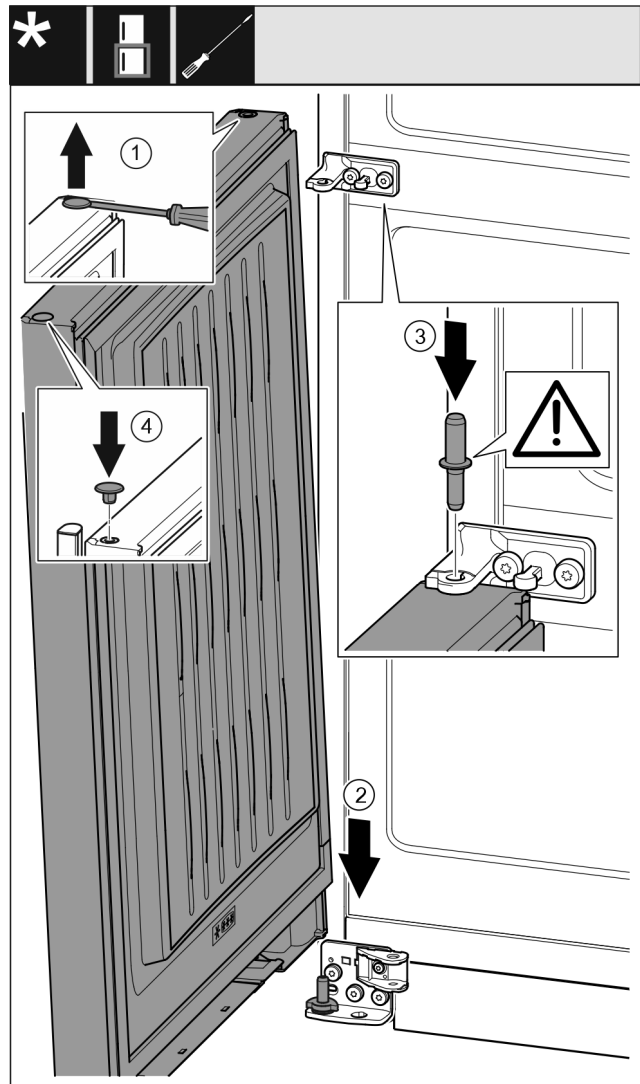

Fig. 41
- ▶ Stop voorzichtig met een sleufschroevendraaier optillen en eruit trekken. Fig. 41 (1)
- ▶ Deur van boven op de onderste lagerbout plaatsen. Fig. 41 (2)
- ▶ Het midden van de lagerbout door het midden van de lagerbus in de onderste deur aanbrengen. Let op dat de vergrendelnok naar achter wijst. Fig. 41 (3)
- ▶ Stop op de andere kant weer aanbrengen. Fig. 41 (4)